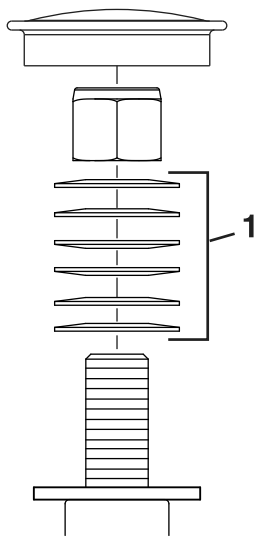

Рисунок 55
3. Зніміть пилозахисну кришку з колеса і затягніть контргайку (Рисунок 55).
4. Затягніть контргайку, доки запобіжні шайби не стануть рівними, а потім відкрутіть на ¼ обороту, щоб встановити належним чином попереднє навантаження на підшипники (Рисунок 55).
Важливо: Переконайтеся, що запобіжні шайби встановлені належним чином, як показано в Рисунок 55.
5. Встановіть пилозахисну кришку (Рисунок 55).